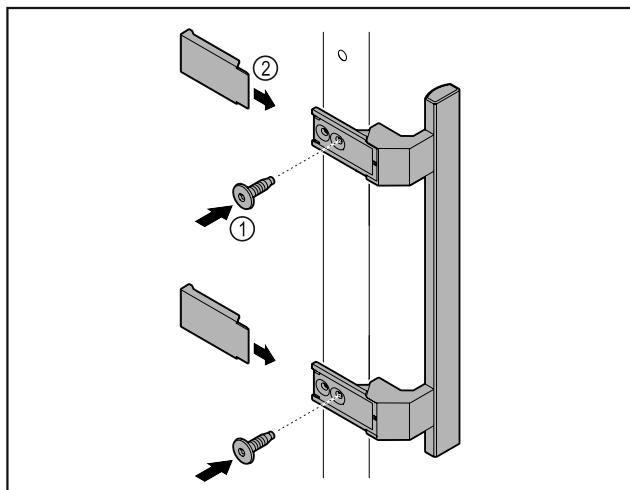

Fig. 5
- ▶ Plasser håndtaket som fulgte med, på døren med de vedlagte skruene Fig. 5 (1).
- ▶ Sett på dekselet Fig. 5 (2).